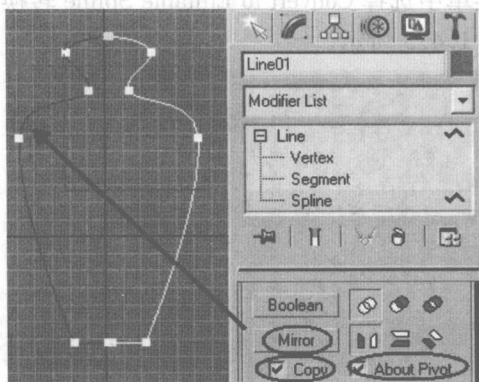

图 1.3.4 水平镜像复制右边轮廓线
(5) 再选择  修改命令选项卡, 单击 Line(线条) 选项下的 Spline(样条线), 进入样条线编辑状态, 在下面的命令面板中单击  Mirror(镜像) 按钮, 选择第一个图标  (水平镜像), 同时设置其下 Copy(复制) 复选框打钩, About Pivot(关于轴) 复选框打钩, 如图 1.3.4 所示, 镜像复制出右边轮廓线。